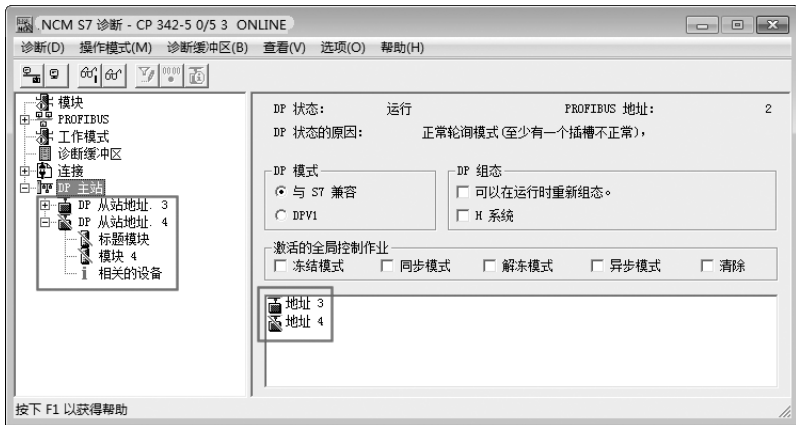

图 12-105 节点状态
4) 经检查, 发现 3 号站是组态错误, 重新组态下载后, 再次监控, 如图 12-105 所示, 发现 3 号站正常, 说明错误已经找到。